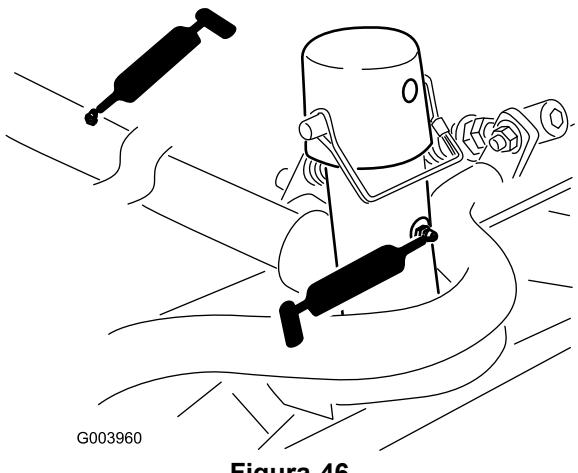

Figura 46
- Telaio portante e perno dell'apparato di taglio (2 cad.) (Figura 46)